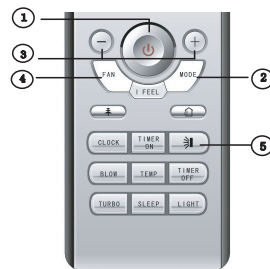

Рис. 5.10
5.3.3 Порядок управления (Рис. 5.10).